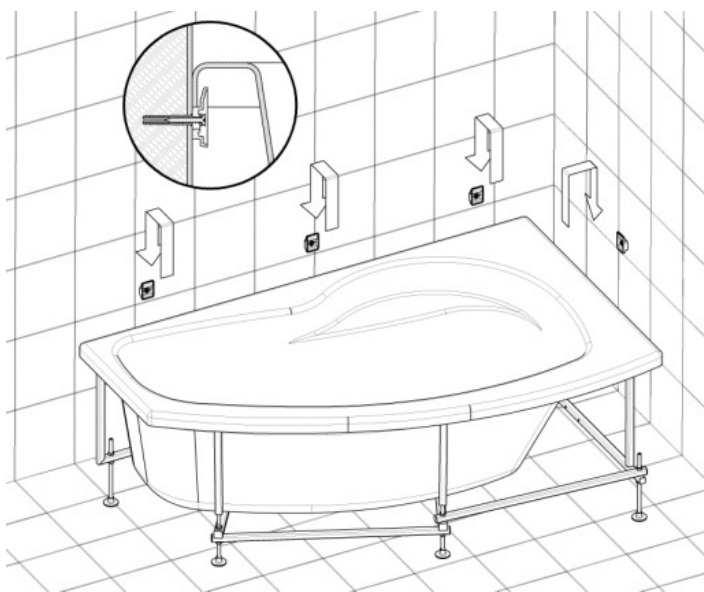

Рис.5
5. Аккуратно установите ванну, цепляя бортики за кронштейны (Рис.5)